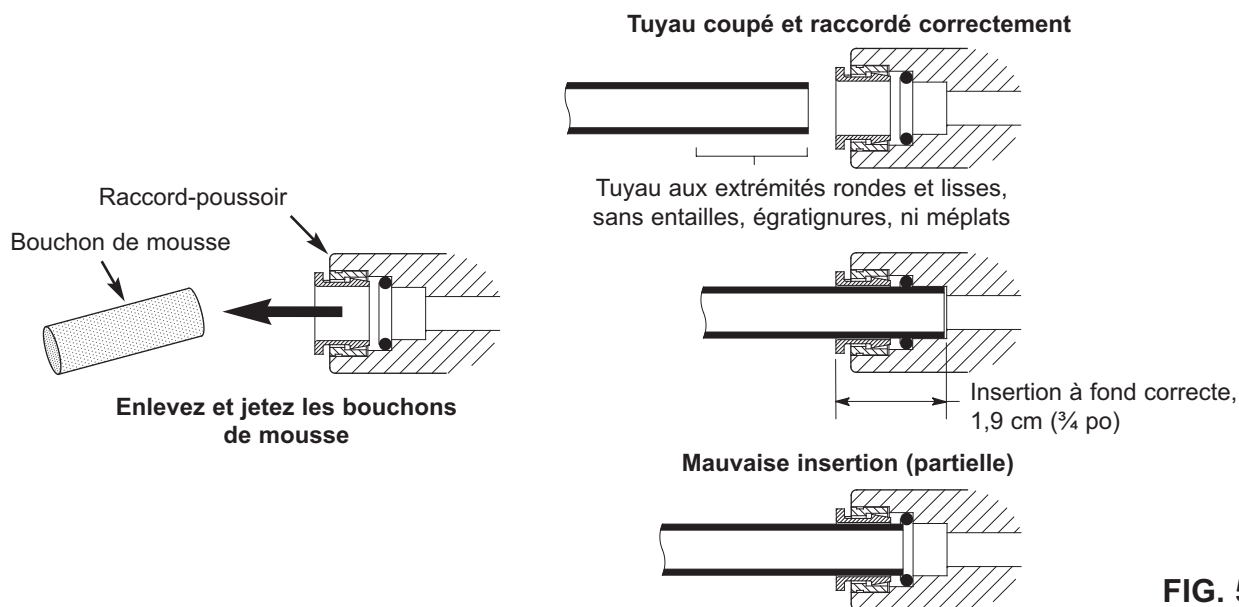

FIG. 5
**REMARQUE : Enlevez les bouchons de mousse de protection avant de raccorder les tuyaux (cf. Fig. 5). Jetez les bouchons.**